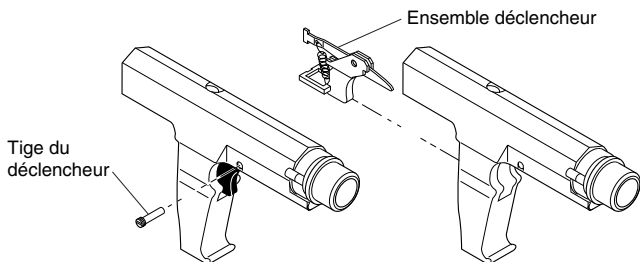

Figure 8 - Retrait de la tige et de l'ensemble déclencheur
1. Retirer la tige du déclencheur du corps de l'outil (Figure 8). **Note** : L'extrémité de la tige du déclencheur est filetée. Dévisser la tige, avant de la retirer du corps de l'outil.
1. Insérer l'ensemble déclencheur à l'arrière du corps de l'outil (Figure 8, page 77).